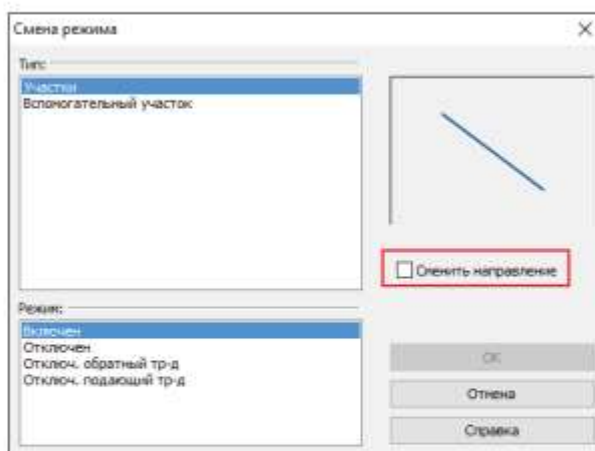

Рисунок 6.5. Смена режима для участка
2. Установить курсор на определенный участок и дважды щелкнуть левой клавишей мыши. На экране появится диалог Смена режима (смотрите Рисунок 6.5. «Смена режима для участка»).